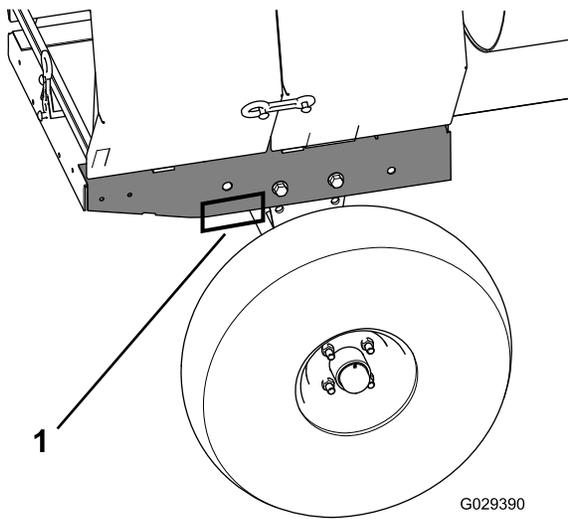

Figure 23
6. Placez une chandelle sous chaque point de soutien de l'extension du cadre arrière (Figure 23).